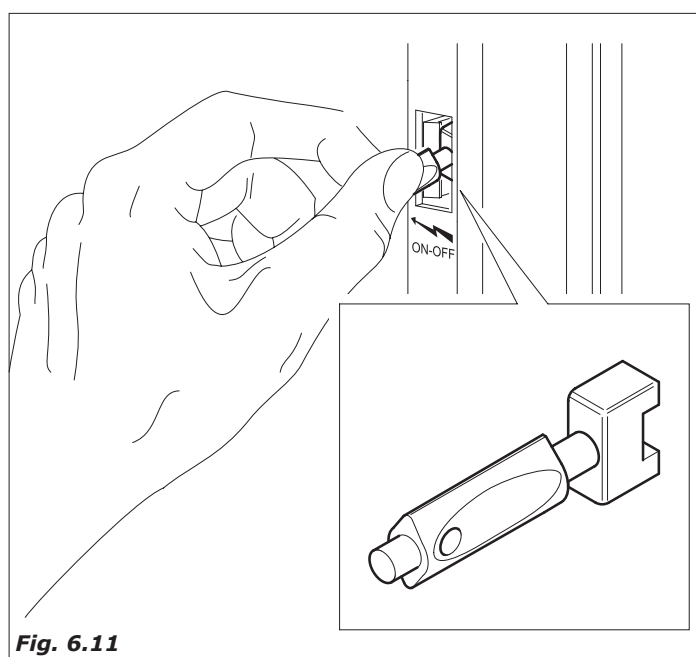

Fig. 6.11
- Para algumas operações é porem necessário operar com a porta aberta, mas distribuidor ativo. É possível, para o pessoal técnico instalador, operar assim, introduzindo a especial chavinha em plástica (Clixon), em dotação ao distribuidor automático, no interruptor porta, virando-a de 90° (Fig.6.11).